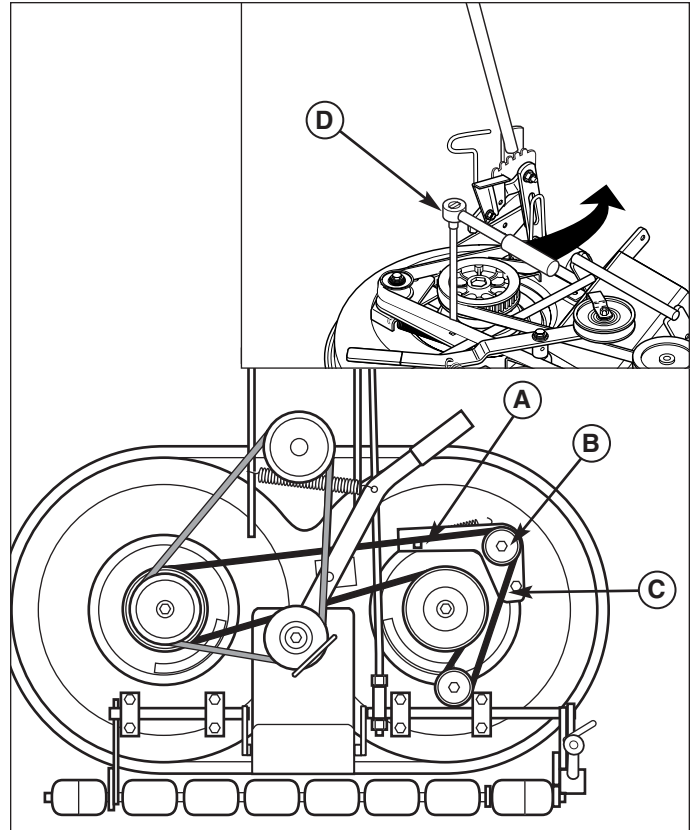

Figure 27. Tension de la courroie de la tondeuse
3. Desserrer la vis de la poulie folle (B, Figure 27).
4. À l'aide d'un levier à cliquet de 3/8 po. et d'une extension (D), déplacer la poulie folle à ressort (A) pour relâcher la tension de la courroie (C).
5. Enlever la courroie (C) et inspecter celle-ci pour voir si elle est craquelée, s'il manque des dents ou si elle est usée. Remplacer la courroie si elle est usée ou endommagée.
6. Remettre en place la courroie (C). Relâcher la poulie folle (B), laisser le ressort redonner automatiquement la tension à la courroie dentée.
7. Serrer la vis de la poulie folle (B) et remettre en place les carters de courroie.